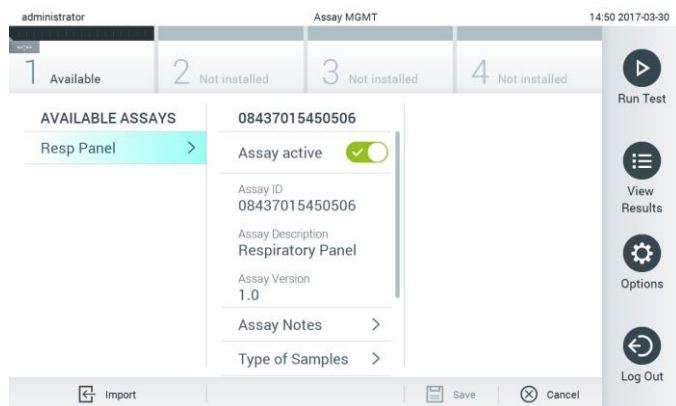

图 54. 管理可用的检测。
1. 按下 Options（选项）按钮，然后按下 Assay Management（检测管理）按钮访问 Assay Management（检测管理）屏幕。内容区域的第一列会列出可用的检测（图 54）。